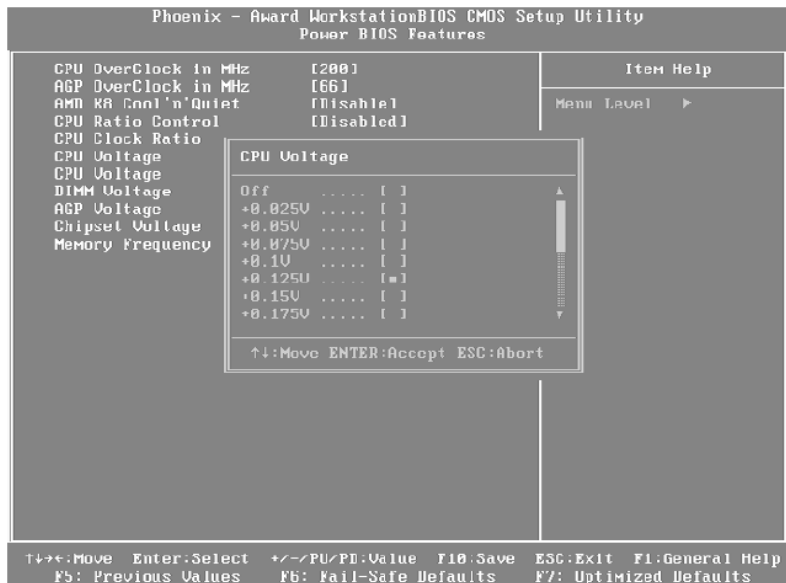

Рис. 6.6. Увеличение напряжения питания ядра процессора
7. При возникновении сбоя можно уменьшить базовую частоту, чтобы вернуть систему в стабильное состояние, или продолжить разгон с повышением напряжения питания ядра (рис. 6.6). Изменять напряжение питания нужно плавно и не более чем на 0,2-0,3 В. Тестируя компьютер с увеличенным напряжением питания процессора, обратите внимание на температуру